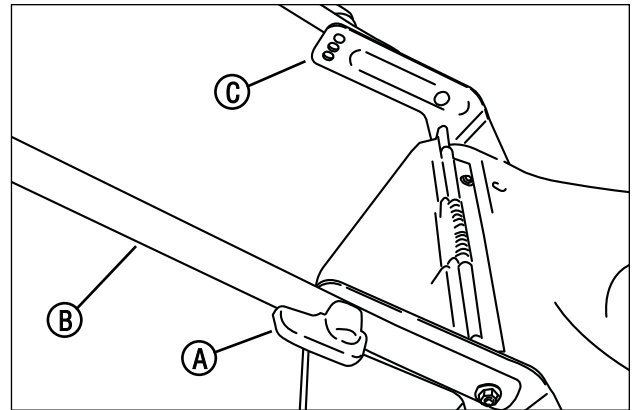

Figura 4: regolazione dell'altezza dell'impugnatura
1. Ruotare le manopole (A, Figura 4) poste su entrambi i lati dell'impugnatura inferiore (B) per ritrarre i perni di bloccaggio. Allineare l'impugnatura inferiore alla serie desiderata di fori presenti sulla staffa dell'impugnatura (C). Ruotare le manopole per rilasciare i perni di bloccaggio e fissare l'impugnatura inferiore.